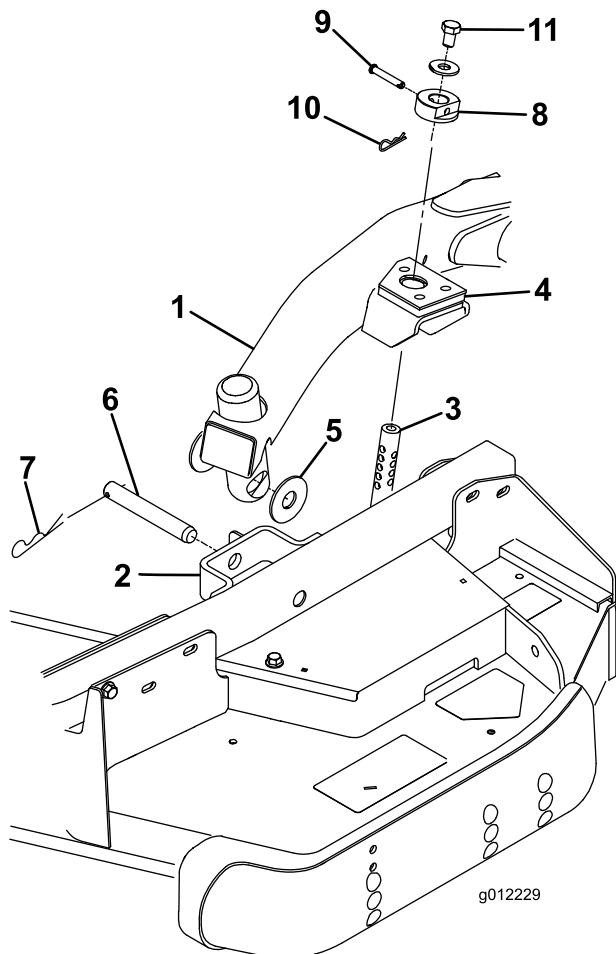

Bild 23
4. Stellen Sie den Hubhebel auf die SCHWEBEN-Stellung. Drücken Sie einen Hubarm nach unten, bis die Löcher im Hubarm mit den Löchern in der Laufradarmhalterung ausgefluchtet sind, und die Schnitthöhenstange in die Hubarmpolster eingesetzt werden kann (Bild 23).
5. Befestigen Sie den Hubarm mit zwei Druckscheiben, einem Lastösenbolzen und einem Splint am Laufradarm. Setzen Sie die Druckscheiben zwischen den Hubarm und die Halterung des Laufradarms (Bild 23) und setzen Sie das Ende des Splints in den Schlitz in der Nase des Laufradarms ein, um den Splint zu befestigen.
9. Befestigen Sie die Schnitthöhenstellringe an den Schnitthöhenstangen und befestigen sie mit den Lastösenbolzen und den Splints (Bild 23). Positionieren Sie den Kopf des Lastösenbolzens zur Vorderseite des Mähwerks.
10. Setzen Sie oben auf jeder Schnitthöhenstange eine Schraube ($\frac{1}{2}'' \times \frac{3}{4}''$) und eine Scheibe ein (Bild 23).